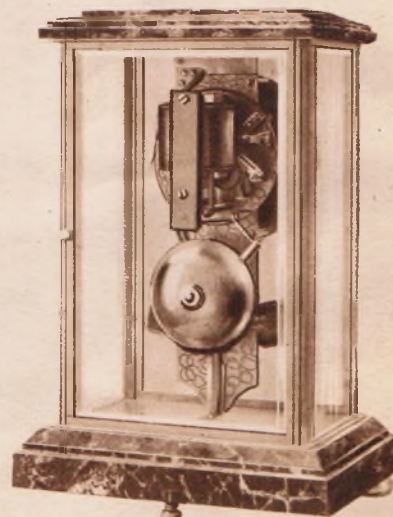

Fig. 2
(fig. 2).
3° **Mise à l'heure.** — Se fait en faisant tourner les aiguilles en avant ou en arrière, à volonté. Dans le petit modèle (fig. 2), faire tourner le bouton H se trouvant à droite de la pile, à l'arrière de la pendule.
**Pile N° 4.** Avec deux petites bornes, pour petites pendulettes à cadran carré de 6cm × 6cm et à cadran rond de 9cm, mais avec remise à l'heure par bouton molleté H placé à l'arrière (fig. 2).